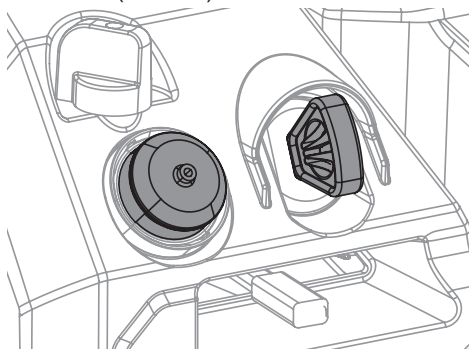

Рис. 23. Ключ выключателя зажигания и ручной топливный насос
6. Вставьте ключ в гнездо выключателя зажигания (Рис. 23).
7. Для запуска холодного двигателя нажмите 3 раза на ручной топливный насос (Рис. 23).
При возникновении аварийной ситуации, для экстренной остановки двигателя извлеките ключ из гнезда выключателя зажигания (Рис. 23).
ля зажигания (Рис. 23).